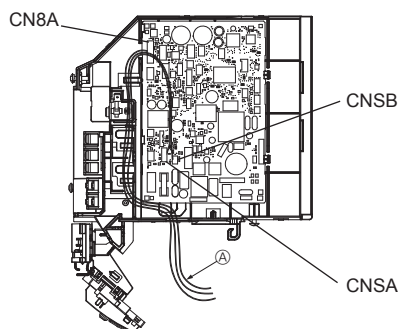

Fig. 6-8
3. Raccorder le fil de raccordement en option (A) au connecteur de la carte de circuit imprimé. (Fig. 6-8)